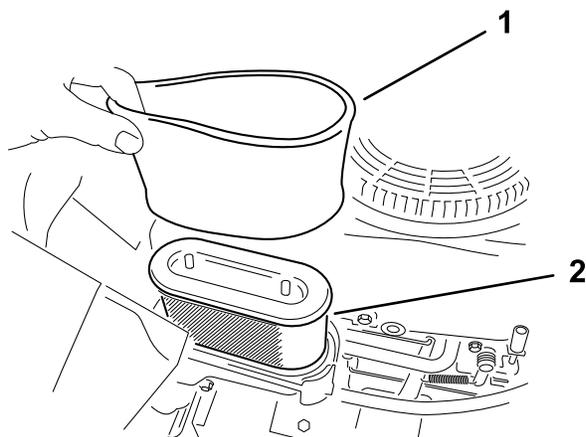

図 32
5. エアクリーナのハウジングから、スポンジとペーパーフィルタを注意深く外す 図 32。
注 汚れがひどい場合には、新しいペーパーエレメントに交換する 図 32。
1. ペーパーフィルタにスポンジを取り付ける 図 32。